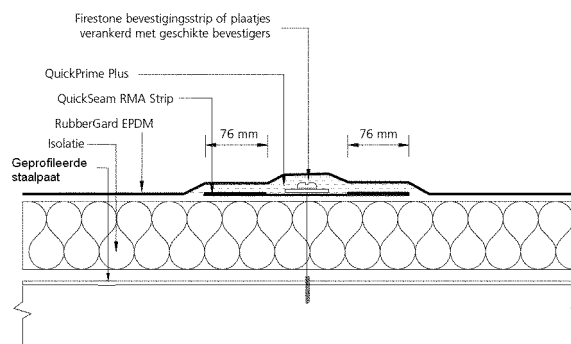

Fig. 2 : RMA Bevestigingssysteem
4.3.4.1 Bevestigingssysteem RMA (fig. 2)